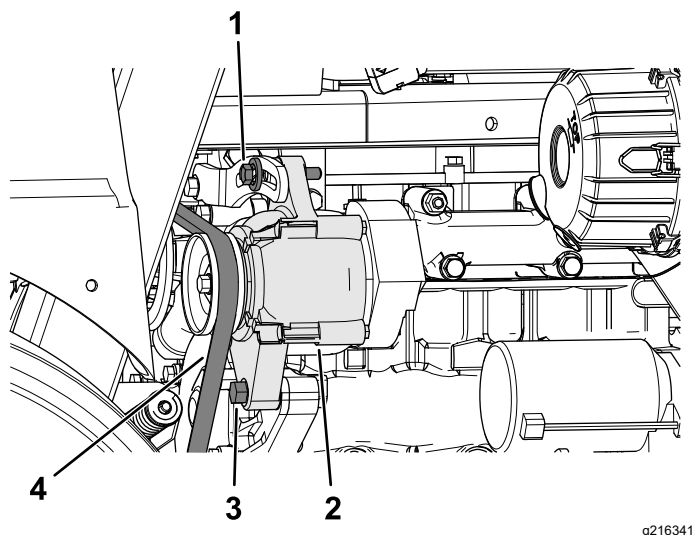

Figura 88
5. Allentate il bullone orientabile dell'alternatore e il bullone di bloccaggio (Figura 88).
7. Serrate il bullone di bloccaggio dell'alternatore (Figura 88).
8. Serrate il bullone orientabile dell'alternatore (Figura 88).